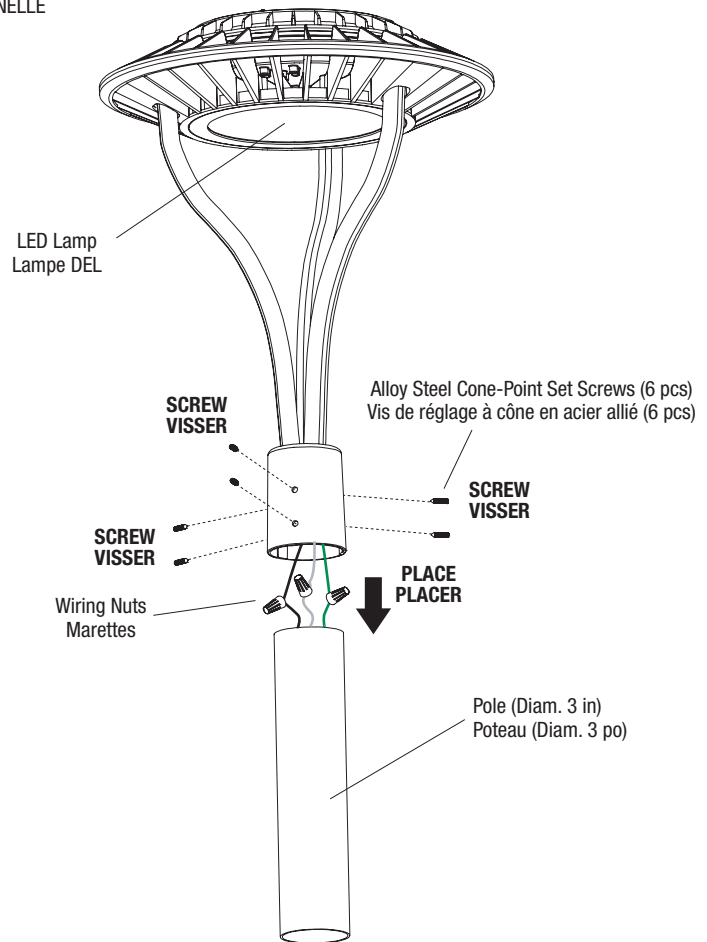

Fig. 2
2. Place the luminaire close to the pole and make the appropriate wiring connections using wire nuts (White to Neutral lead, Black to Line lead, Green to Ground lead) (Fig. 2).
3. Mount the luminaire on the pole using the six Alloy Steel Cone-Point Set Screws (Fig. 2).
2. Placer le luminaire près du poteau et effectuer les connexions électriques appropriées en utilisant des marettes (fil Blanc au fil Neutre, fil Noir au fil Vivant, fil Vert au fil de mise à la terre) (Fig. 2).
3. Monter le luminaire sur le poteau en utilisant les six vis de réglage à cône en acier allié (Fig. 2).